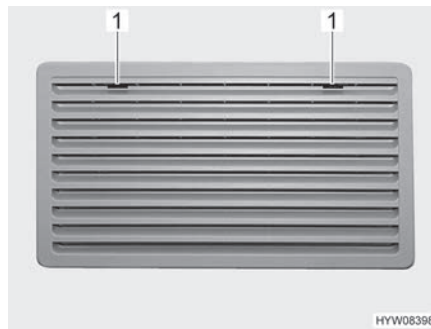
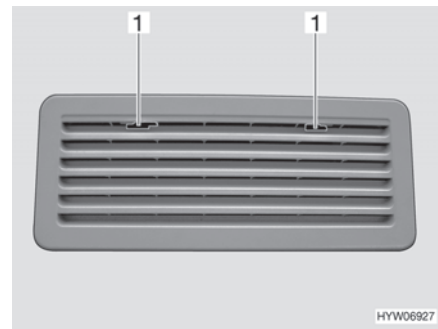

Bild 146 Kühlschrank-Lüftungsgitter (Thetford groß)
Bild 147 Kühlschrank-Lüftungsgitter (Thetford klein)
- Arretierung (Bild 146,1 oder Bild 147,1) zur Mitte schieben.